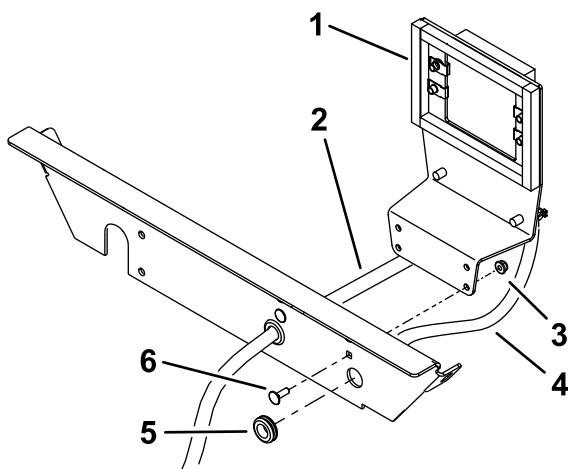

Figura 5
1. Pase las mangueras por los anillos de goma (Figura 5).
1. Instale los anillos de goma en el soporte del radiador (Figura 5).